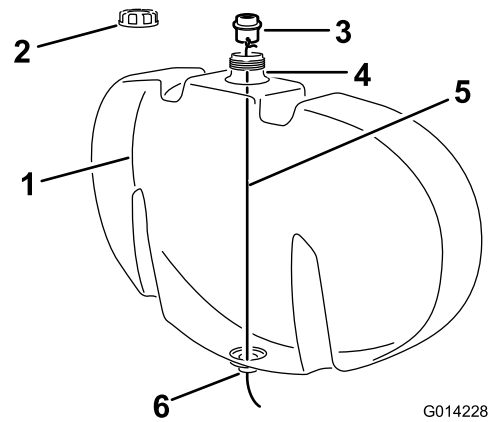

Bild 2
1. Befestigen Sie einen Draht, der länger als die Höhe des Behälters ist, an einem der Haltegabelöcher im Schottanschlussstück (Bild 2).
2. Nehmen Sie den Fülldeckel vom Spülbehälter ab (Bild 2).
3. Verlegen Sie den Draht nach unten durch die Behälterfüllöffnung bis durch die Öffnung im Boden des Behälters (Bild 2).